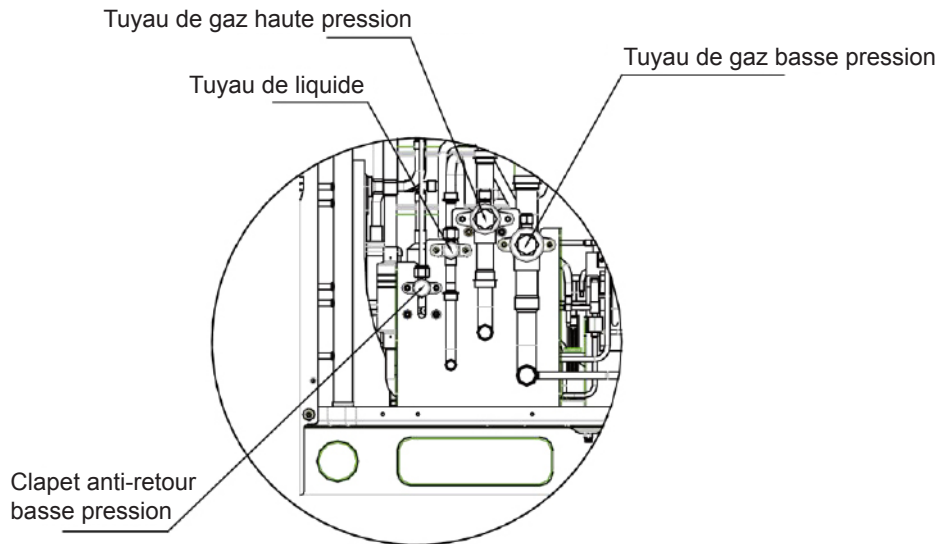

Fig. 4.4.1
- (1) Avant d'utiliser la pompe à vide, assurez-vous que la vanne de liquide, la vanne de gaz haute pression et la vanne de gaz basse pression de l'unité extérieure sont totalement fermées. Utilisez la pompe à vide pour évacuer l'air à l'intérieur de l'unité intérieure et du tuyau de raccordement, à travers les buses de la vanne de liquide, de la vanne de gaz haute pression, de la vanne de gaz basse pression de l'unité extérieure, comme indiqué sur la Fig. 4.4.1.
- (2) Étant donné que l'évacuation de l'air de la vanne de liquide, de la vanne de gaz haute pression et de la vanne de gaz basse pression de l'unité extérieure doit être réalisée simultanément, 2 équipements de pompe à vide doivent être utilisés en même temps afin de garantir le niveau de vide nécessaire.